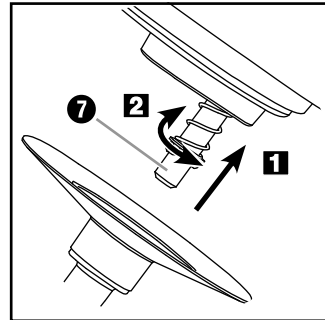

Fig. 2: Montering af redskaberne
6) Sæt æltekrogen 10, piskeriset 11 eller rørerkrogen 12 på drivakslen 7 (fig. 2):
- Sæt æltekrogen 10, piskeriset 11 eller rørerkrogen 12 (efterfølgende "redskabet") på drivakslen 7, så begge metalstifter på drivakslen 7 går ind i udskæringerne på redskabet 10 11 12 (fig. 2 / 1).
- Sæt redskabet 10 11 12 godt fast på drivakslen 7, så fjederen trykkes sammen, og drej samtidig redskabet 10 11 12 en smule mod urets retning (i retningen 1) (fig. 2 / 2).